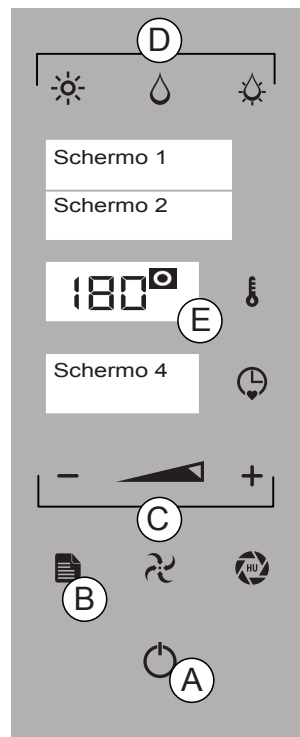

Fig.1
Enfoncer la touche "ENVOI" (Fig 1/A) et procéder à la cuisson manuelle (cf. 6.1) ou appuyer sur la touche "MENU" (Fig 1/B) pour accéder au menu principal (Fig 1/B). Avec les touches "MOINS" et "PLUS" sélectionner la fonction souhaitée (Fig 1/C). Enfoncer la touche "ENVOI" pour confirmer.
1. Dans le menu principal, appuyer sur les touches "MOINS" ou "PLUS" (Fig 1/C) jusqu'à la fonction "OFF" (Écran 1). Enfoncer la touche "ENVOI" (Fig. 1/A) pour confirmer.
2. En mode fonctions, appuyer sur la touche "ENVOI" pour arrêter l'opération, appuyer sur la touche "MENU" (Fig 1/B) et enfoncer la touche "MOINS" (Fig 1/C) jusqu'à afficher la fonction "OFF" (Écran 1). Appuyer sur la touche "ENVOI" (Fig 1/A - cf. 3.3 Description des modes de fonctionnement).